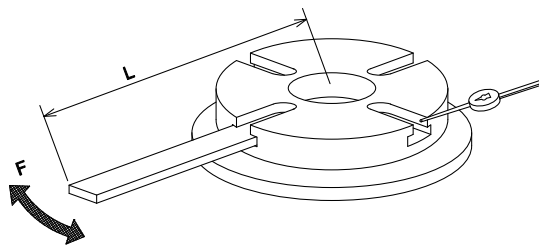

Fig. 4
- 3) 上記測定は、テーブルを回転させて円周 8 等分の箇所を実施し、前記適正值と比較して下さい。(Fig.4 参照)
- 3) Perform the above measurement at 8 positions by rotating the table and compare them with the above adequate values. (See Fig.4.)